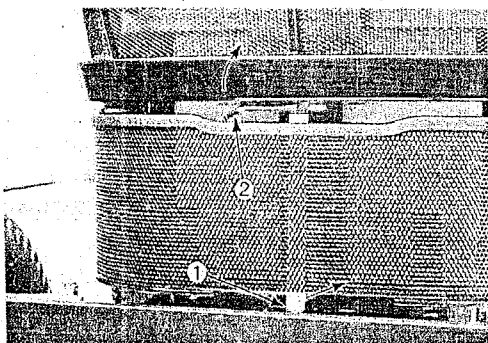
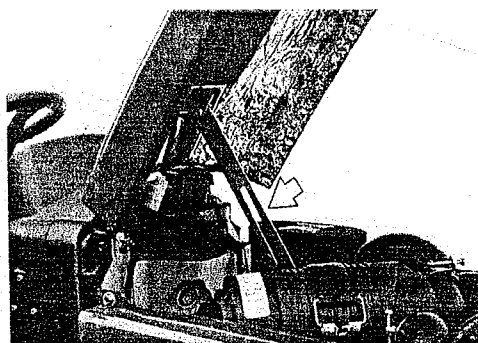

Fig. 30 – Alavanca do capô
Fig. 31 – Suporte do capô
1 – Para levantar o capô, mova o trinco (1) para a direita, ou o capô pode levantar ligeiramente. Depois mova a patilha de segurança (2) para o lado cima/esquerdo colocando a sua mão por baixo do capô, Fig.30. Levante o capô na sua totalidade. Fig.30. Um suporte do capô, Fig.31, automaticamente segurará a capota na sua posição de total elevação.